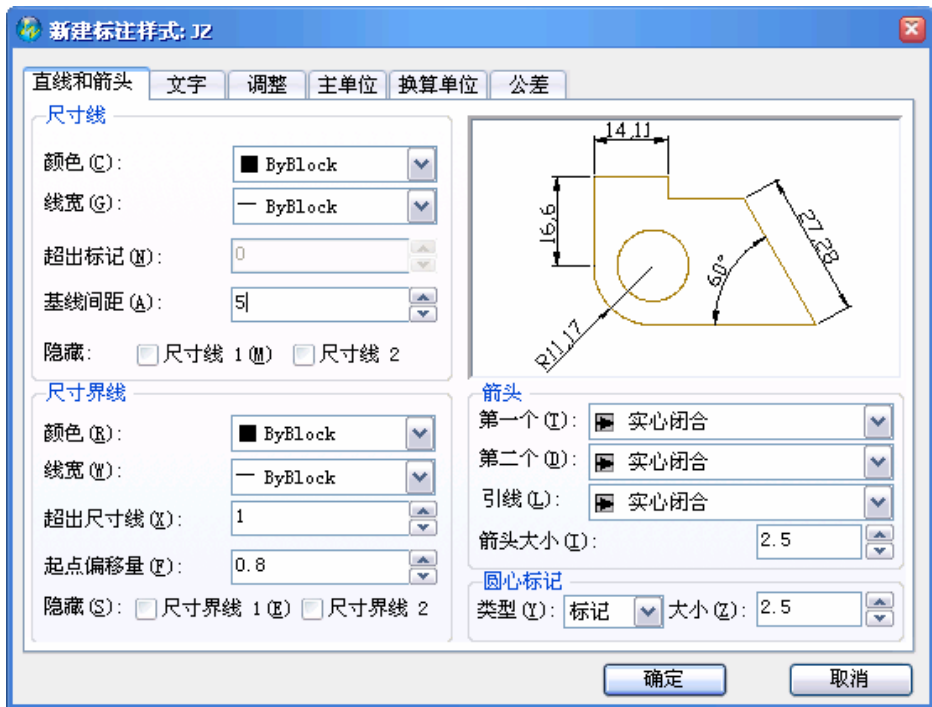

图 9-3 “新建标注样式”对话框
假设现在新建一个 JZ 标注格式，出现如图 9-3 所示“新建标注样式”对话框。
此区域用于设置和修改直线和箭头的样式，如图 9-3 所示，箭头改成建筑标记。
3) 单击“直线和箭头”，弹出如图 9-3 所示标签页，依次对各标签页进行设置。